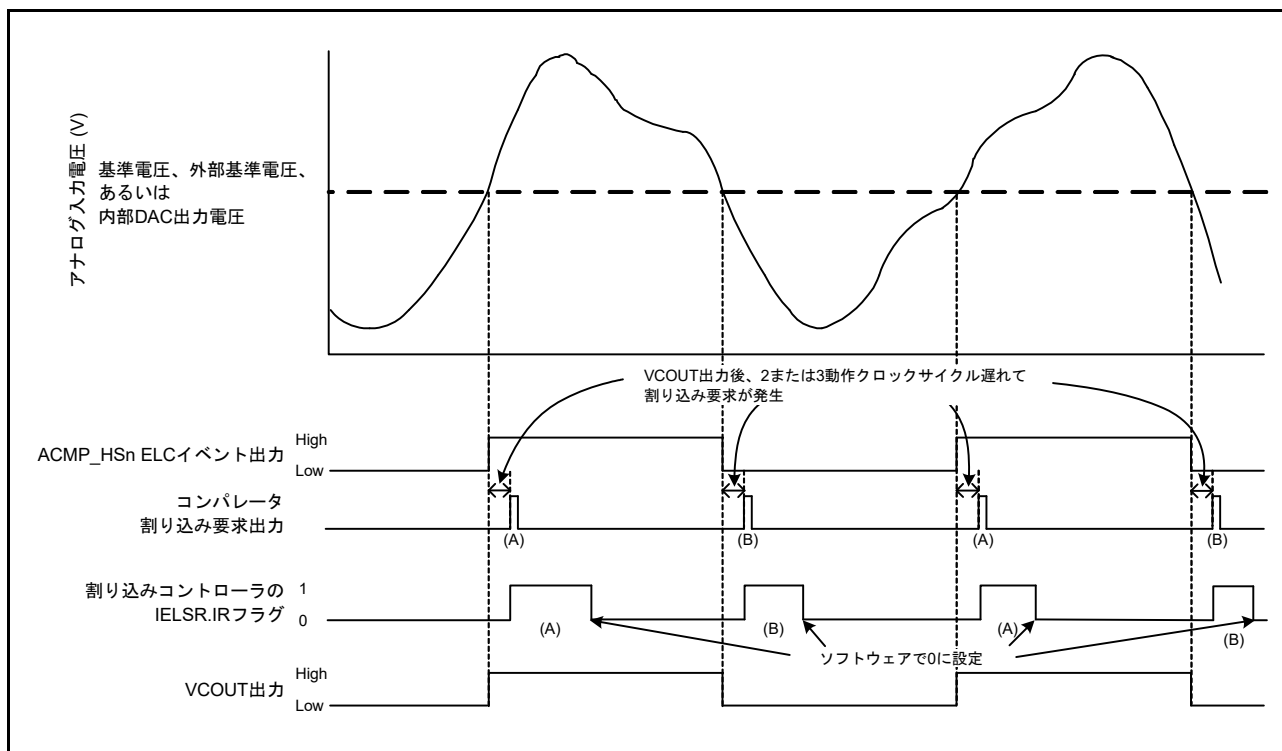

図 37.2 ACMPHS の動作例
ACMPHS の動作例を図 37.2 に示します。アナログ入力電圧が ACMPHS 基準入力電圧より高くなると VCOOUT 出力は 1 になり、低くなると 0 になります。ACMPHS 出力が変わると、割り込み要求および ELC イベントが出力されます。
図 37.2 は CPOE = 1 (端子出力許可)、CDF5[1:0] = 00b (フィルタ不使用)、CEG1 = CEG0 = 1 (両エッジを選択) の場合に適用されます。CINV = 0、CEG0 = 1、CEG1 = 0 (ACMPHS からの非反転出力信号の立ち上がりエッジを選択) の場合、IELSR.IR フラグは (A) で示されるように変化します。CINV = 0、CEG0 = 0、CEG1 = 1 (ACMPHS からの非反転出力信号の立ち下がりエッジを選択) の場合、IELSR.IR フラグは (B) で示されるように変化します。CPOE = 1 の場合、VCOOUT は ELC イベント出力を直接出力します。